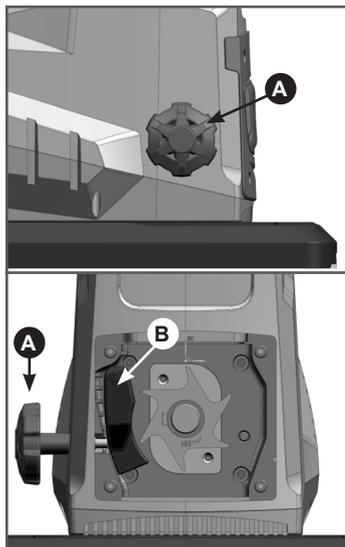

Рис. 8 Регулировка контроллиты
Для получения оптимального результата измельчения и предотвращения повреждения фрезы контроллиты В (Рис. 8) должна периодически регулироваться. Для этого включите измельчитель, поверните регулировочную ручку контроллиты А (Рис. 8) по часовой стрелке, пока не будет слышен легкий шум трения, и мелкие алюминиевые стружки в течение короткого времени будут сыпаться из разгрузочного желоба. Если этого не произошло, а ручка контроллиты находится в крайнем положении, необходимо осмотреть состояние фрезы и контроллиты и заменить при необходимости контролплиту.
1. Поверните регулировочную ручку контрплиты А (Рис. 8) против часовой стрелки до упора.